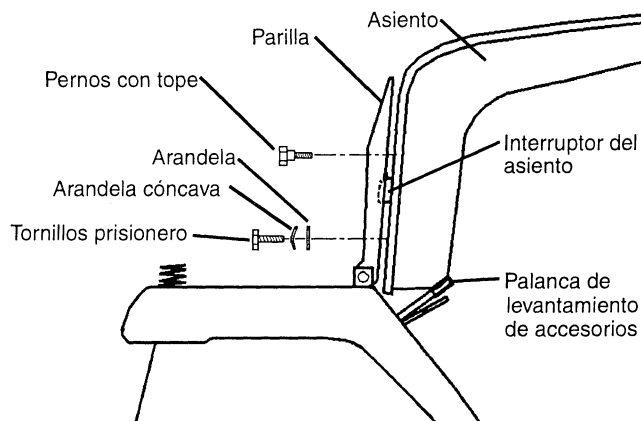

FIGURA 4
- Introduzca los pernos con tope por la parrilla y los dos orificios superiores del asiento. (vea la Figura 4) Apriete seguramente.